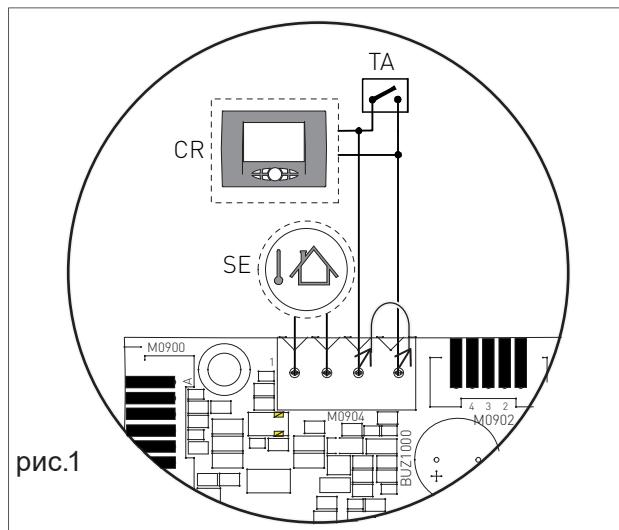

рис.1
- Для датчика температуры наружного воздуха подсоедините два неполяризованных провода к контактам клеммной колодки M0904 (см. SE, рис. 1).
- Для термостата рабочей среды или дистанционного управления сначала снимите мост с контактов клеммной колодки M0904, а затем подсоедините два неполяризованных провода термостата рабочей среды или дистанционного управления (см. TA или CR, рис. 1).
- › Возьмитесь за левую и правую опоры панели управления (см. рис. 1) и потяните их наружу, одновременно поворачивая панель вниз.
- › Возьмите кабель датчика (поз. С на рис. 1), расположенный на нижней панели устройства, и вставьте датчик в бойлер ГВС.
- › Для всех горизонтальных участков трубопровода выпуска и забора воздуха рекомендуется предусмотреть уклон вверх (по направлению к котлу) не менее 2 % (см. рис. 1) так, чтобы предотвратить попадание дождевой воды, пыли или посторонних предметов внутрь трубопровода.